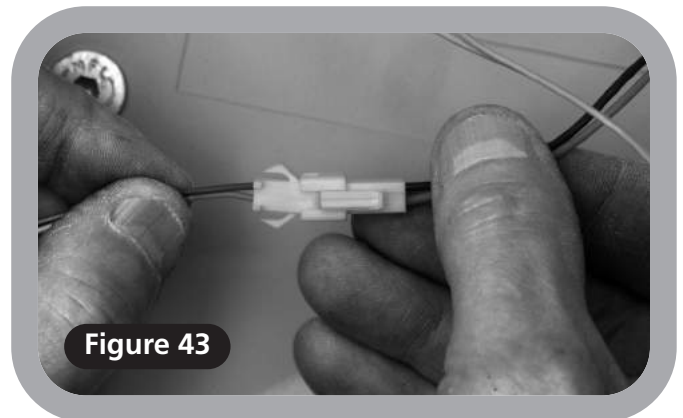

Figure 43
- 2 Réalisez les connexions supérieures du siège comme indiqué ci-après (**Figure 43**);